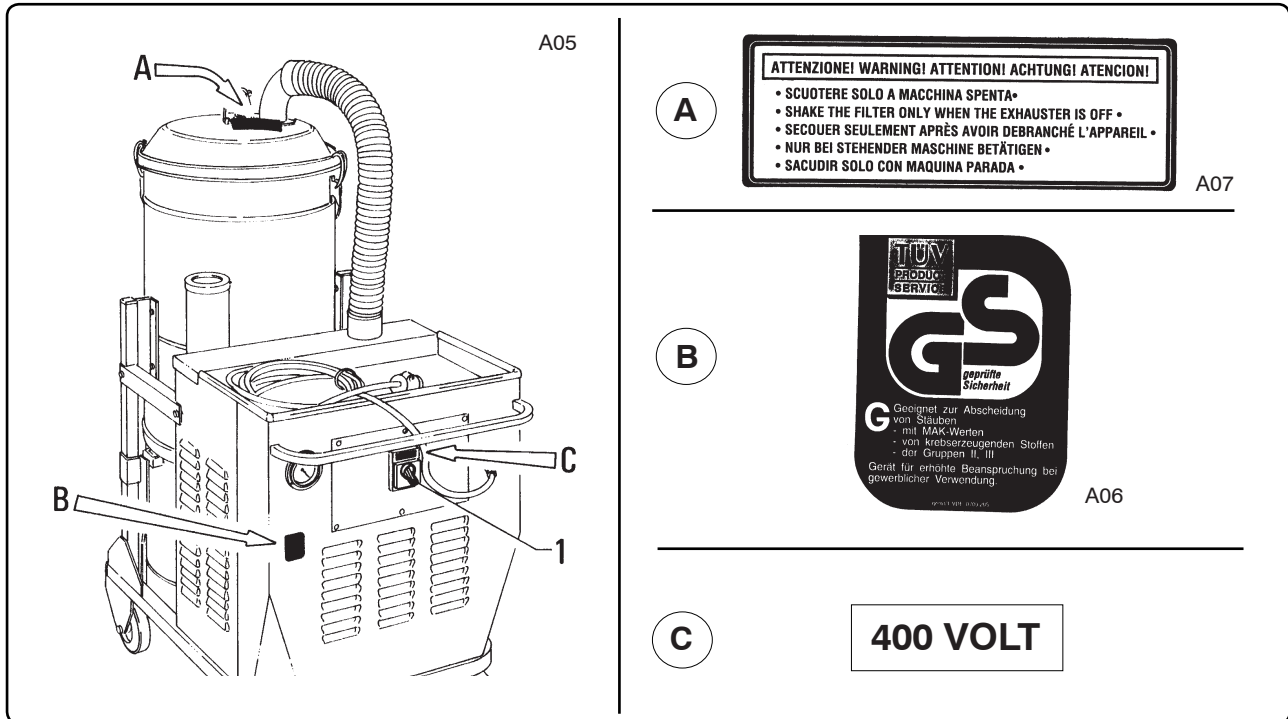

Fig. 2.2.1
2.2 - Targhe di avvertenza (fig. 2.2.1)
2.2 - Warning plates (fig. 2.2.1)
2.2 - Plaques de recommandation (fig. 2.2.1)
2.2 - Warnschilder (Abb. 2.2.1)